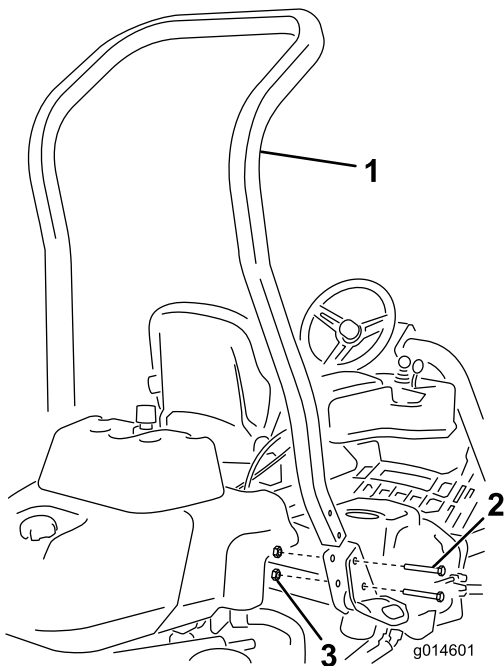

图3
3. 使用 4 个螺栓 $\frac{1}{2} \times 3\frac{3}{4}$ 英寸 和 4 个凸缘螺母 $\frac{1}{2}$ 英寸 将翻车保护杆安装到机器两侧的卡槽中图3。